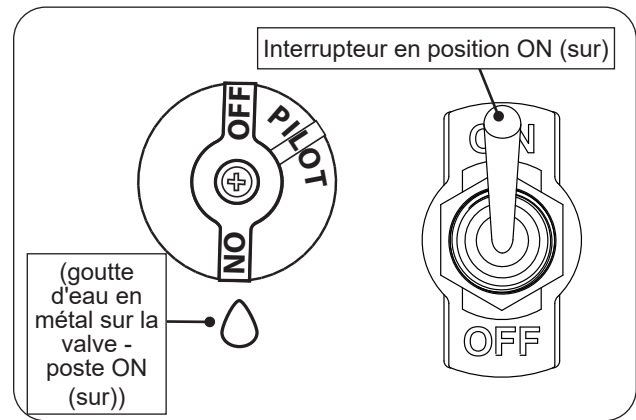

Fig. 48-1 Manual lighting
1. Assurez-vous que la veilleuse brûle. Tournez le bouton de commande dans le sens antihoraire ↺ sur **ON** (sur) (voir Fig. 48-1).
2. Basculez l'interrupteur à bascule sur **ON** (sur) pour allumer le brûleur (voir Fig. 48-1).